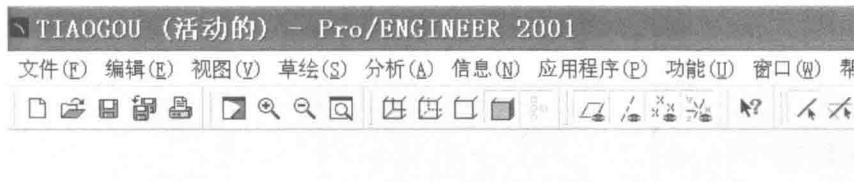

图 1-3 快捷图形工具按钮
(1) 快捷图形工具按钮(图 1-3)的基本分类如下:
- ①文件管理类;
- ②视图显示类;
- ③模型显示类;
- ④基准显示类。